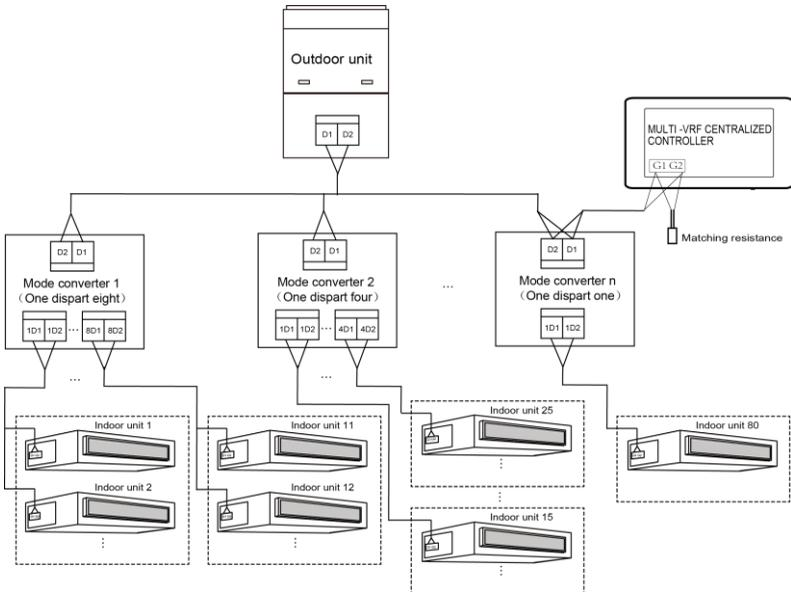

Рис. 1.6 Централізований контролер, підключений до мережі перетворювача в режимі рекуперації тепла
e. Якщо централізований контролер підключається до мережі рекуперації тепла, підключіть його відповідно до рис.1.6. Спосіб 2 також застосовний для централізованого перемикачання контролера в мережі рекуперації тепла.